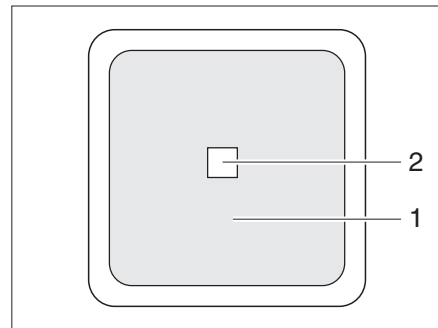

Bild 259 Extern brytare
- II "Remo." = Apparaten kan slås av och på med den externa brytaren (Bild 259,1).
Den externa brytaren för växelriktaren (Bild 259) befinner sig i fordonets inre eller i garaget. Brytaren är märkt med ordet "Växelriktare". LED (Bild 259,2) visar växelriktarens driftstillstånd.